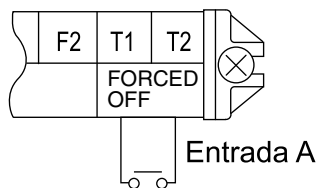

Fig. 32
**(1) Especificaciones de cables y forma de instalar el cableado (refiérase a la Fig. 32)**